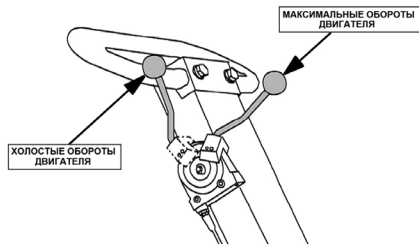

Рис. 13 Рычаг газа PC1645RH
3. Рычаг газа установите в среднее положение (Рис. 13).